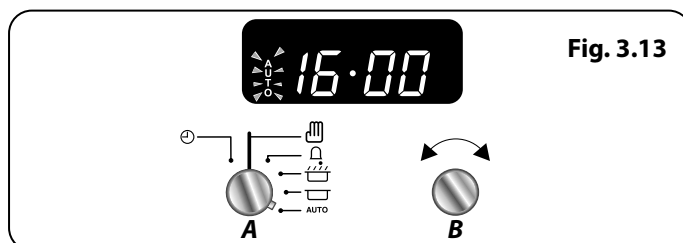

Fig. 3.13
6. När programmet startar ugnen, visas tillagningssymbolen på displayen. När den inställda tiden har förflutit hörs en larmsignal och multifunktionsugnen stängs av. Tillagningssymbolen på displayen släcks och ordet "AUTO" blinkar (**Fig. 3.13**).